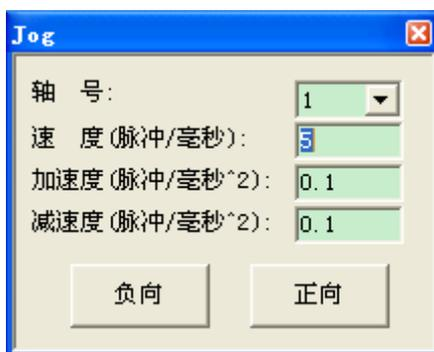

图 4-29 Jog 模块界面
- (18) 单击‘视图’->‘JOG’菜单项调出 Jog 面板，在‘轴号’下拉框中选择控制轴。如图 4-29 所示。
- (22) 单击‘视图’—‘JOG’菜单项调出 Jog 面板，在‘轴号’下拉框中选择控制轴。如图 4-29 Jog 模块界面所示。